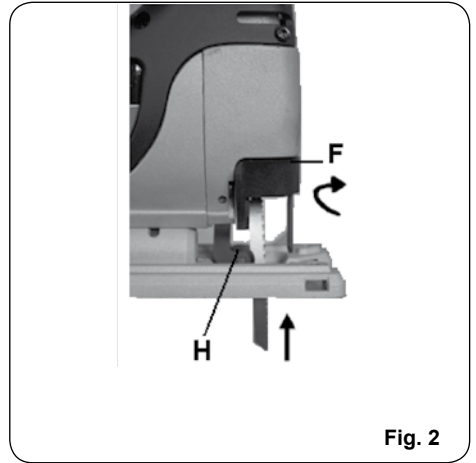

Fig. 2
- Полностью отведите рычаг фиксатора F (рис. 2) и удерживайте его в этом положении.